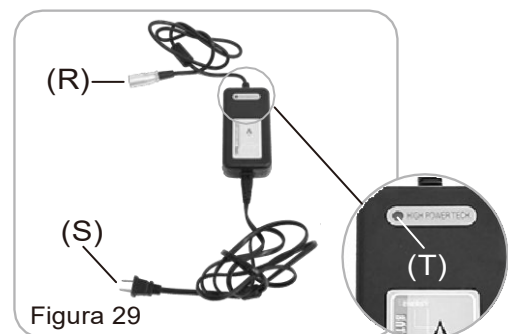

Figura 29
- Tensión de entrada : 100V~240V (Figura 29) 1.Cable de salida del cargador, 4 clavijas  conector (R) cable de alimentación
- 2. AC (S)
- 3. Piloto LED (T)